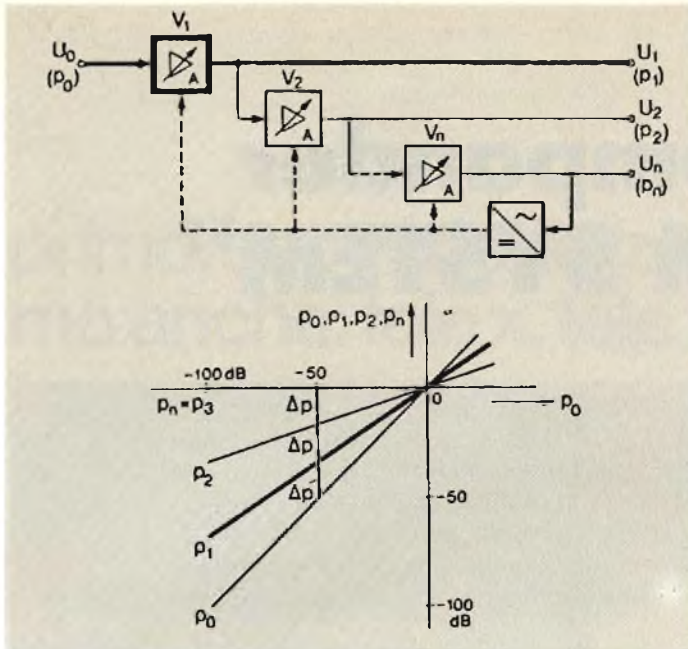

Fig. 2 - Circuito di principio del compressore. In alto, i blocchi che costituiscono il dispositivo. In basso, le curve caratteristiche relative.
Il compressore e l'espansore hanno le strutture basilari già viste nelle figure 2 e 3. Ogni componente "attivo" del compressore (1) che ha caratteristiche di amplificatore, è composto da una rete di equalizzazione più l'amplificatore vero e proprio.